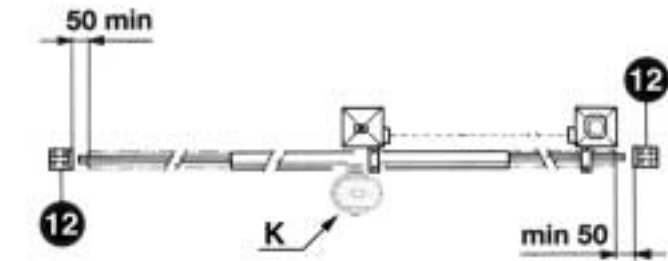

Abb. 2
- Ausser der elektrischen und mechanischen Endscharter, die mit der Steuerung verbunden werden ist es ratsam einen festen Endanschlagpunkt am Boden zu befestigen. Der im gegeben Fall einer Fehlfunktion der elektronik den Antrieb mit seinen kinetischen und statischer Groesse zum halten bringt (Bild 2 - punkt 12).
Es ist notwendig, am Ende der Führung zwei mechanische Stoppvorrichtungen zu befestigen (12) (Abb. 2).